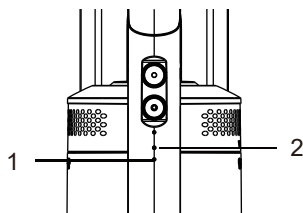

Рис. 2
3. Индикаторы 1 и 2 показывают следующий статус(рис. 2):